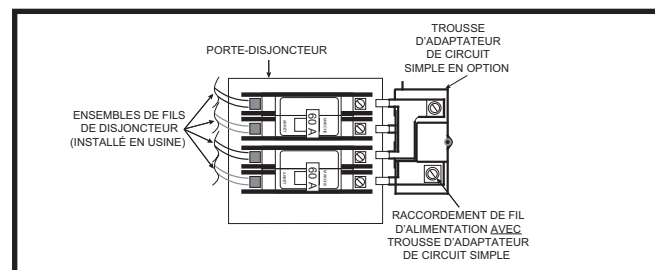
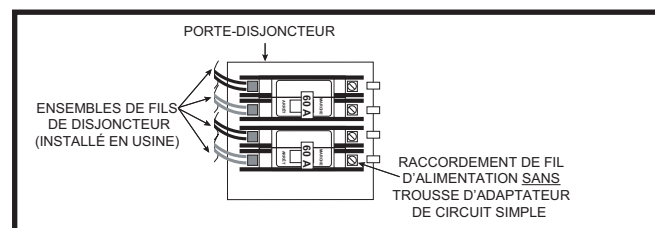

Figure 14. Trousse d'adaptateur de circuit simple en option
Figure 15. Installation des fils d'alimentation
- Les modèles -012 sont câblés en usine pour un circuit d'alimentation de dérivation simple (trousse de circuit simple installée en usine). Il est possible d'utiliser un circuit de dérivation double en retirant la trousse à circuit simple installée en usine. Voyez la Figure 14.
5. Insérez un ou des fils d'alimentation dans les connecteurs de câbles, puis raccordez ces fils aux disjoncteurs (Figure 14 et Figure 15). **REMARQUE :** Pour installer la trousse de circuit simple, effectuez l'étape 5. Si l'installation de la trousse de circuit simple n'est pas requise, passez à l'étape 6. Un écarteur est fourni et il doit être installé pour renforcer le site où le dit fouet / écarteur entre dans l'appareil. Brisez cet écarteur en deux pour utiliser la taille appropriée.